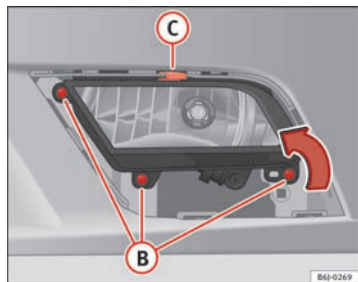

Fig. 154 Tågeforlygte
- Skru skruerne (3x) ⇒ Fig. 154 (B) ud for at tage tågeforlygten ud.
- Træk metalclipsen på oversiden af tågeforlygten af i retning mod bilens yderside ⇒ Fig. 154 (C).